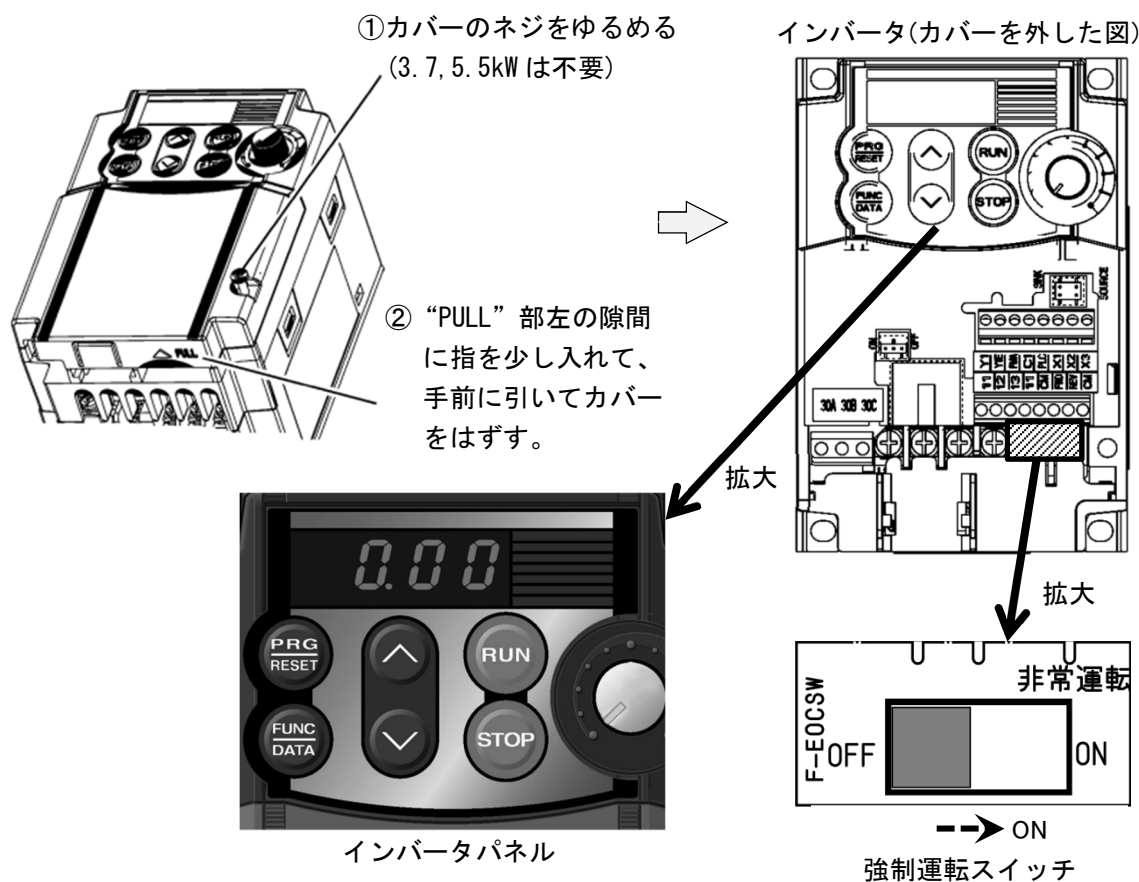

図 38 非常時手動バックアップ運転方法
- (1) 制御基板（メイン基板）の故障などにより、表示操作部からの運転が、不能になった場合、強制運転スイッチを ON にすると、インバータ単独でポンプを手動で運転し、一時的に断水を回避することができます。
- (2) 本運転は非常用です。表示操作部からポンプの運転が可能な場合は、必ず強制運転スイッチを、OFF にしてください。自動運転ができずに、断水に繋がります。
- (3) 図 38 を参照して、下記手順で操作してください。
- ①インバータのカバーを外して、強制運転スイッチを ON にしてください。これにより、制御基板（メイン基板）とインバータ間の通信を遮断します。
- ②インバータパネルの RUN ボタンを押し、∧ボタンを押して、ポンプの運転周波数を上げます。ポンプが運転することを、確認してください。
- ③∧ボタン・∨ボタンを押して任意の吐出し圧力になるように、ポンプの運転周波数を調整してください。
- ④自動停止や、圧力制御は行いません。運転中はポンプが締切運転にならないように、吐出し圧力を監視し、ユニットから離れないでください。
- ⑤ポンプを停止する場合は、STOP ボタンを押してください。
- (4) 強制運転スイッチは、ユニット型式 BNABM の場合は、1号インバータに、ユニット型式 BNBBM の場合は、1号と2号インバータについています。BNBBM型は、2台同時運転が可能です。
- (5) 強制運転スイッチを ON にした場合、表示操作部から様々な警報が発報しますが、手動バックアップ運転には関係ありません。
- (6) 通常運転に戻す場合は、ポンプを停止後に、強制運転スイッチを OFF にしてください。